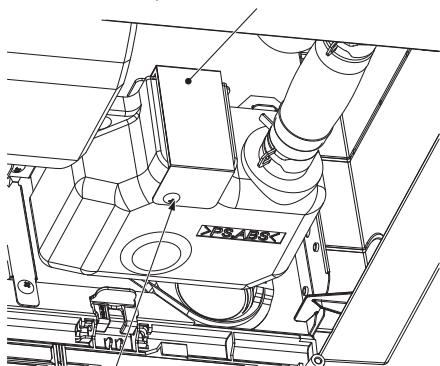
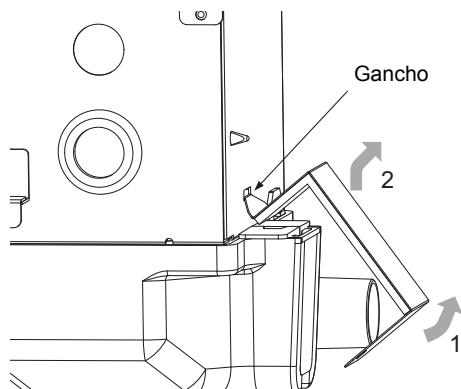

Fig. 1
Fig. 2
- 2** La cubierta del soporte del vidrio antibacteriano tiene un gancho. Levante la cubierta mientras lo retira. (Consulte la Fig. 1 y la Fig. 2)